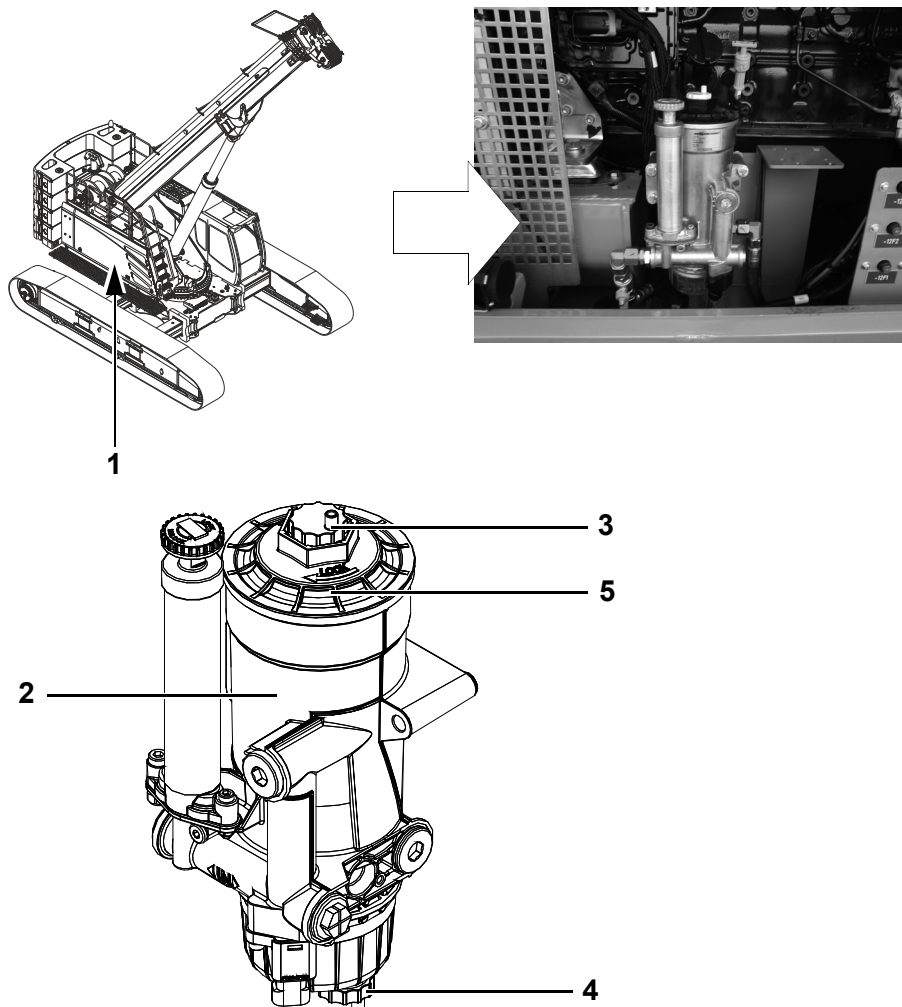

Fig. 14 Colocación y descripción del antefiltro diesel
1	Abra la puerta de servicio (1, Fig. 14).
2	Coloque un recipiente recolector adecuado bajo la válvula de vaciado (4, Fig. 14) en la válvula de vaciado (5).
3	Abra la válvula de vaciado (4, Fig. 14).
5	Cierre la válvula de vaciado (4, Fig. 14).
6	Cierre la puerta de servicio (1, Fig. 14).
2	Coloque un recipiente recolector adecuado bajo la válvula de vaciado (5, Fig. 14) en la válvula de vaciado (5).
- 6 Desenrosque la tapa roscada (5, Fig. 14) de la carcasa (2, Fig. 14) y extraiga el elemento del filtro que está conectado a la misma.
8	Enrosque la tapa roscada (5, Fig. 14) con el elemento nuevo en la carcasa (2, Fig. 14) hasta que tope. Asegure un par de apriete de 50 Nm.
10	Cierre la puerta de servicio (1, Fig. 14).